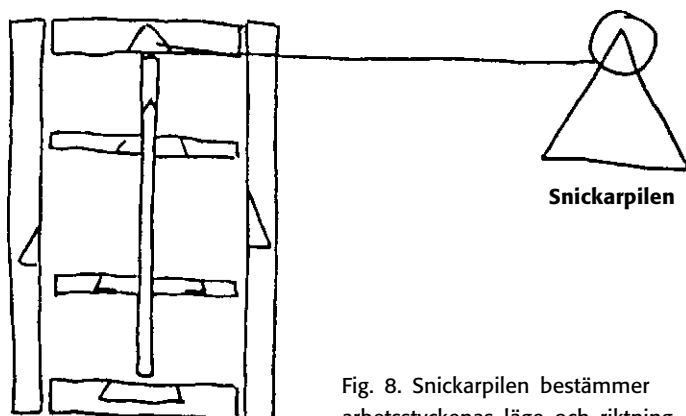

Fig. 8. Snickarpilen bestämmer arbetsstyckenas läge och riktning.
- Arbetsstyckenas läge och riktning bestäms av snickarpilen (fig. 8).